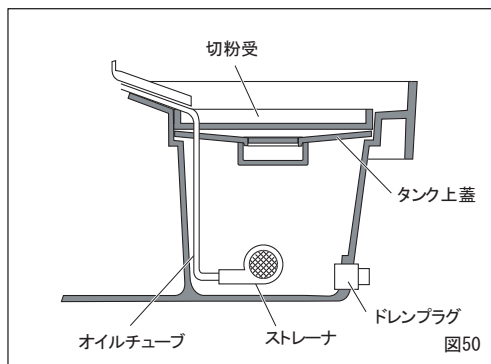

図50
- ①主軸後蓋、ベースカバー、モータカバー、コンデンサを外してください。
- ②モータを本体に取付けているボルト4本をメガネレンチなどを使用して緩めてください。
- ③モータ押しボルトでモータの位置を動かしてベルトの張りを調整してください。
- ④モータの取付けボルト4本を再度しっかりと締め付け、カバーなどを元通りに取付けてください。
3. オイルタンクの清掃 (図50)